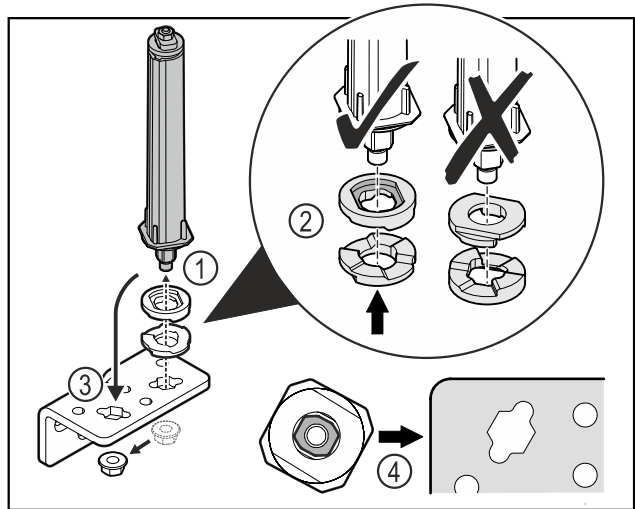

Fig. 30
- ▶ Отпустите гайку и демонтируйте систему закрытия двери Fig. 30 (1).
- ▶ Учитывайте правильность выравнивания шайб для регулировки высоты Fig. 30 (2).
- ▶ Переставьте систему закрытия двери в шарнирном уголке и зафиксируйте гайкой Fig. 30 (3).
- ▶ При установке учитывайте правильность выравнивания системы закрытия двери Fig. 30 (4).